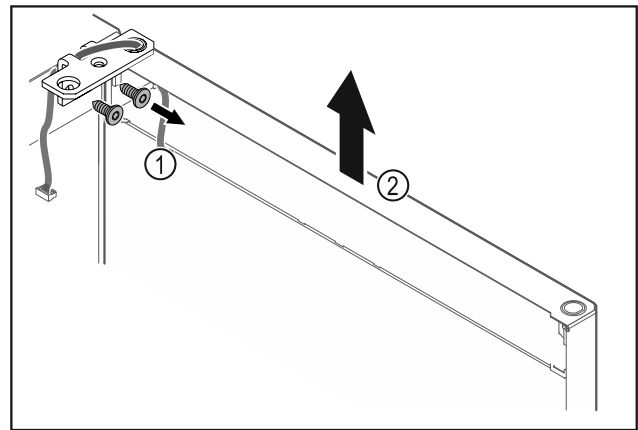

Fig. 26
- Scharnierhoek Fig. 26 (1) losschroeven.
- Deur inclusief scharnierhoek Fig. 26 (2) circa 200 mm recht omhoog tillen en verwijderen.